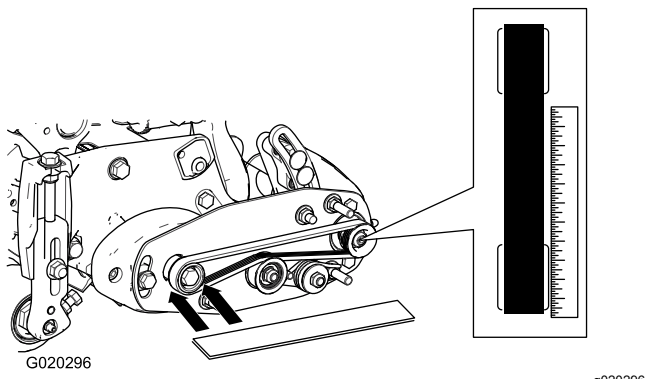

Figura 15
- B. Coloque una regla contra la cara exterior de la polea **motriz** (Figura 15). **No ponga la regla** sobre ambas poleas, motriz y arrastrada.